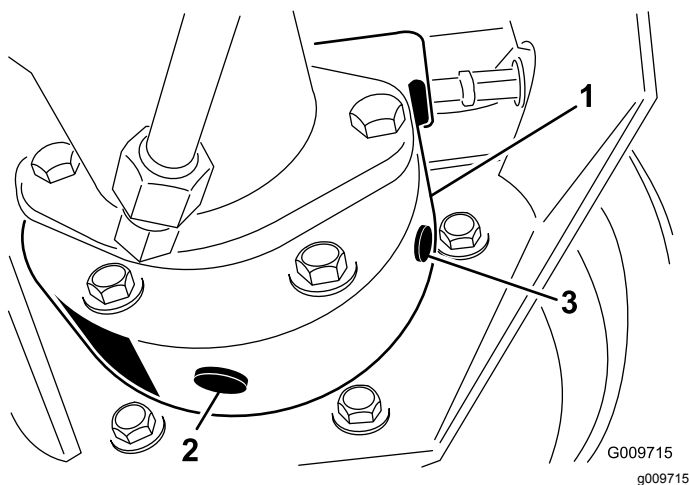

Figure 49
- Placez un bac de vidange sous le carter de frein et enlevez le bouchon pour permettre à l'huile de s'écouler (Figure 49).